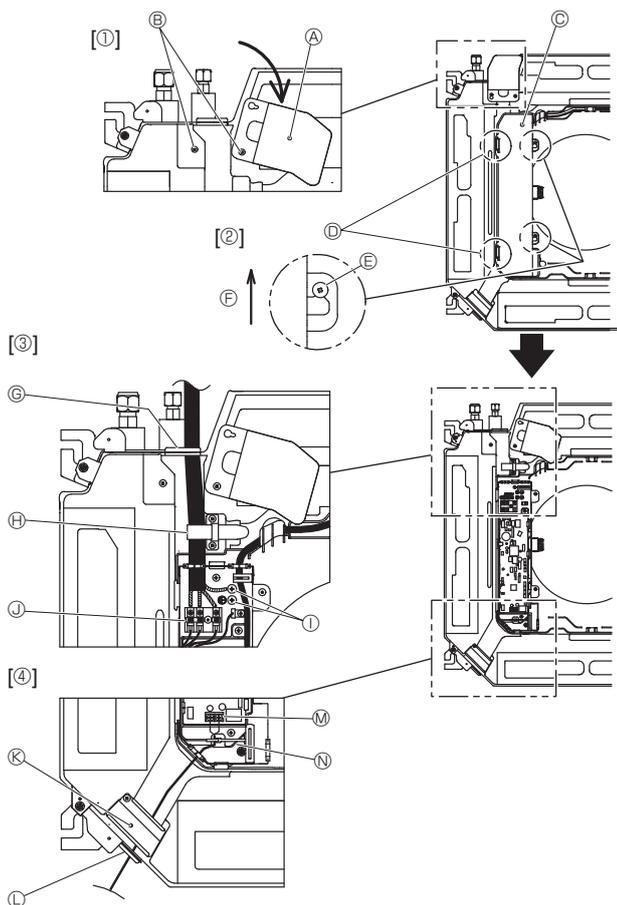
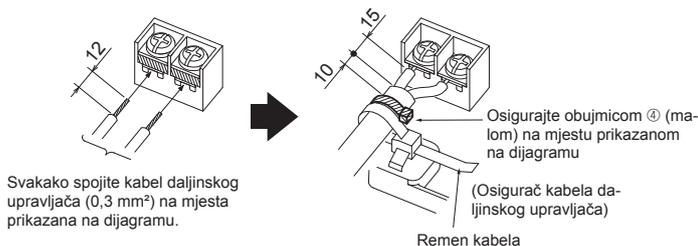

Fig. 6-1
Fig. 6-3
6.1. Unutarnja jedinica (Fig. 6-1)
- Olabavite dva vijka kojima je pričvršćena servisna ploča za električno ožičenje, a zatim okrenite servisnu ploču za električno ožičenje. [Fig. 6-1 ①]
- Olabavite dva vijka kojima je pričvršćen poklopac električne kutije, a zatim kliznim pokretom pomaknite poklopac električne kutije. [Fig. 6-1 ②]
- Provucite strujni kabel, spojni kabel unutarnje/vanjske jedinice i kabel za uzemljenje kroz ulaze za ožičenje prikazane u dijagramu. [Fig. 6-1 ③]
Ako ne možete upotrijebiti okaste stopice sukladno postupcima na Fig. 6-3 do 6-6. Pogledajte 6.1.1. i 6.1.2. za spajanje.
- Provucite i spojite žicom kabel daljinskog upravljača kroz stavke za ožičenje dane u dijagramu. [Fig. 6-1 ④, Fig. 6-3]